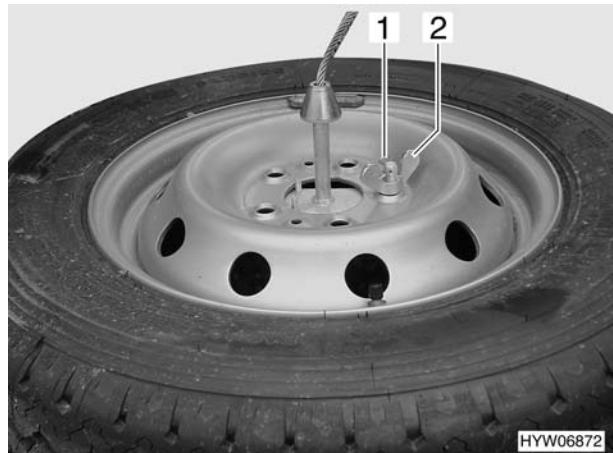

Fig. 222 Ruota di scorta
- Togliere la copiglia (Fig. 222,1) e il dado ad alette (Fig. 222,2) del portaruota di scorta.